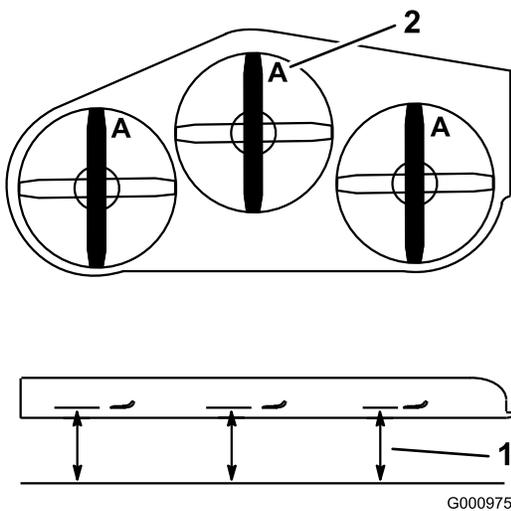

Figura 90
3. Con la máquina ubicada en una superficie nivelada, coloque una cuchilla en posición longitudinal. Mida en la posición **A** desde una superficie nivelada hasta el filo de corte de los extremos de la cuchilla (Figura 90).